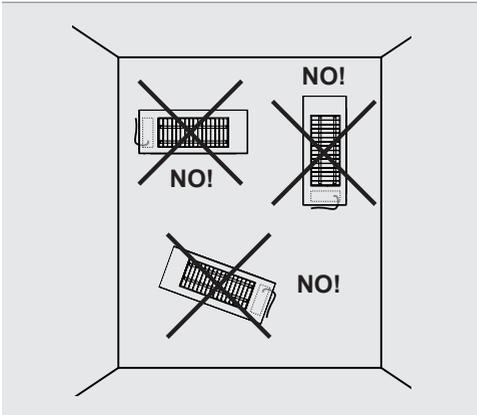

Abb.2b: Nicht erlaubte Montage-Positionen
3. Das Gerät darf nicht vertikal, in einer geneigten Position oder horizontal mit links ausgetretenem Netzkabel montiert werden. Siehe Abb. 2b.